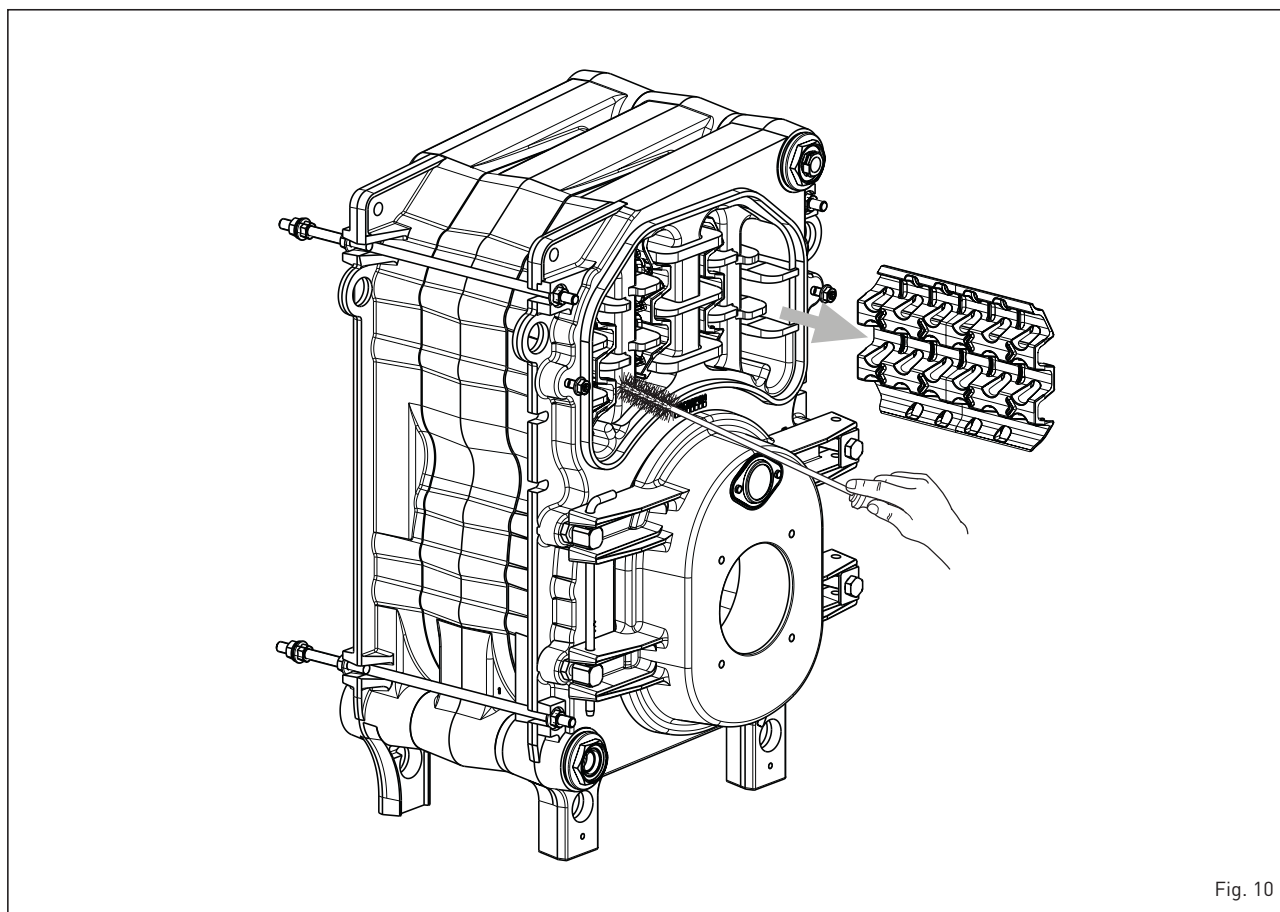

Fig. 10
3.3.1 Côté fumées chaudière (fig. 10)